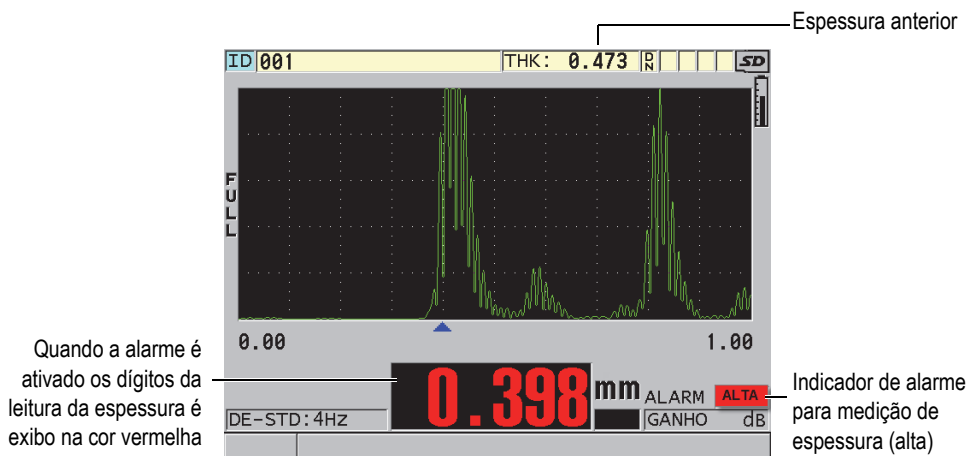

Figura 8-4 Exemplo de indicador de alarme para medição de espessura (alta)
- o indicador de alarme **ALTO** ou **BAIXO** é exibido em um fundo vermelho no canto direito da parte inferior da tela de medição (veja Figura 8-4 na página 132).